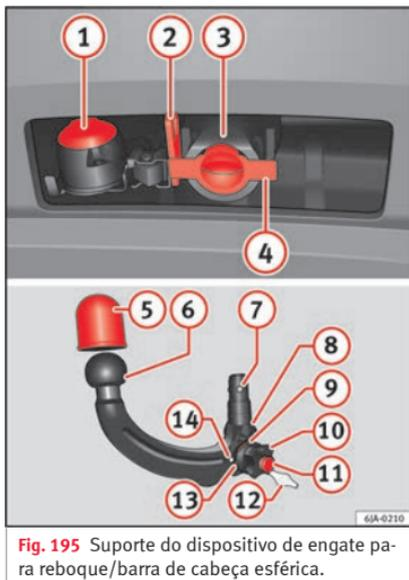

Fig. 195 Suporte do dispositivo de engate para reboque/barra de cabeça esférica.
Legenda da » **Fig. 195:**
- Retire a tampa do orifício do casquilho de fixação (4) » Fig. 195 puxando para baixo.
– Coloque a tampa do orifício do casquilho de fixação **4** »» Fig. 195.